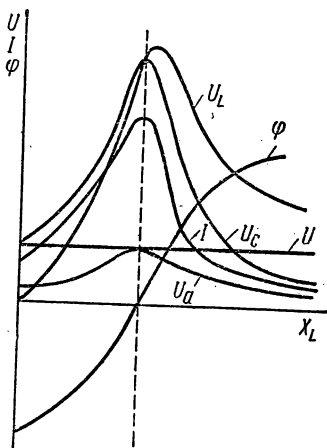

Рис. 2.56
3. Изменение силы тока, напряжений, мощностей, угла φ в зависимости от x_L можно изобразить графически в виде резонансных кривых (рис. 2.56 и 2.57).